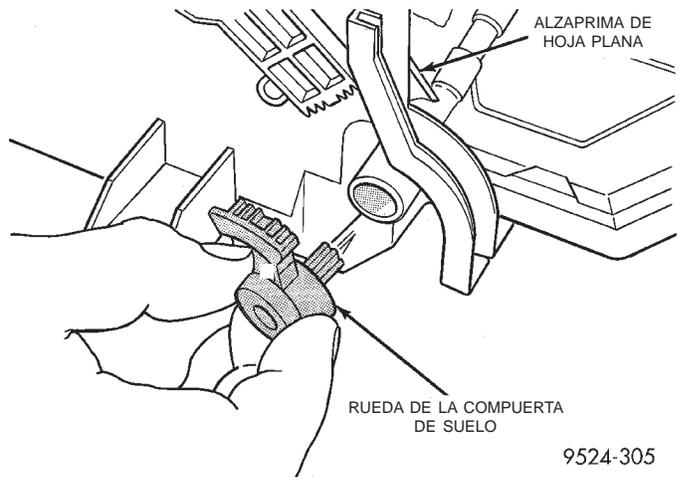

Fig. 98 Rueda de la compuerta de suelo
(28) Desde la abertura de aire de la compuerta del panel, utilice un destornillador delgado y largo para empujar hacia adentro el collarín para la rueda de la compuerta de suelo. Retire la rueda de la compuerta de suelo (Fig. 98).